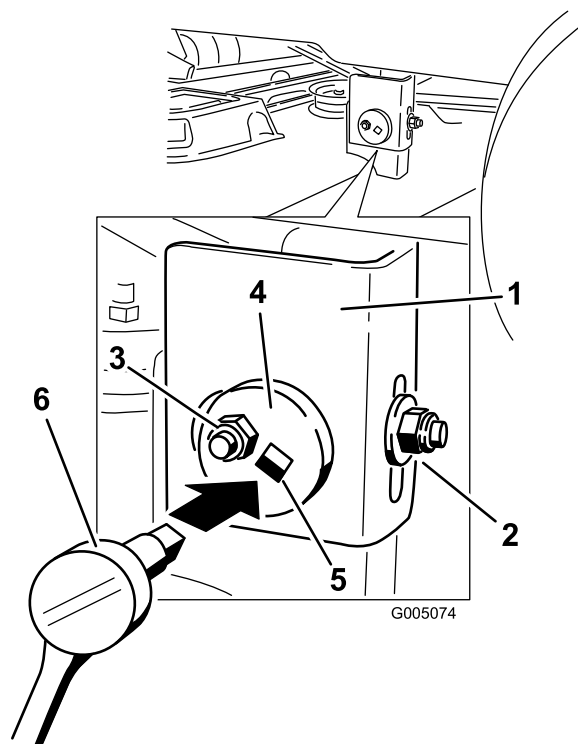

Figura 41
7. En el lado izquierdo de la máquina. Afloje, pero no retire, la tuerca de bloqueo trasera de la barra de soporte (Figura 41).
8. Afloje la tuerca de bloqueo lateral de la barra de soporte lo suficiente para permitir ajustar la placa excéntrica (Figura 41). Utilice una llave de extensión de 3/8 pulgada de una llave de tubo para manipular la placa excéntrica. Utilice la llave para ajustar la altura de la plataforma del cortacésped a la altura deseada.
9. Cuando la plataforma esté en la posición deseada, apriete la tuerca de bloqueo lateral de la barra de soporte para fijar la posición nueva (Figura 41).